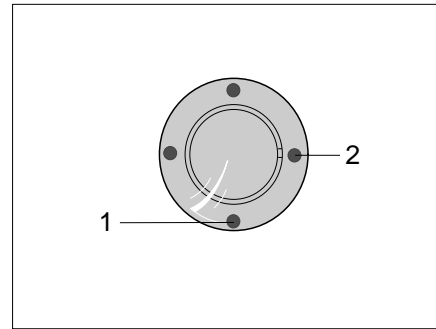
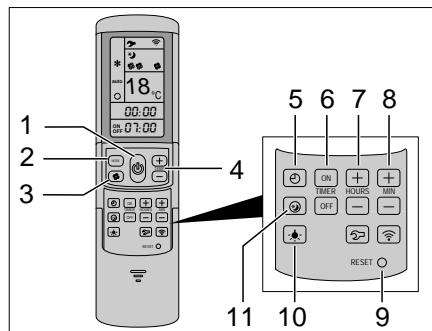

Bild 305 IR-Empfänger/Funktionsanzeige
Bild 306 Fernbedienung
Die Klimaanlage ist auf dem Dach des Fahrzeugs angebracht. Die Fernbedienung (Bild 306) für die Klimaanlage befindet sich im Küchenbereich.
- Fahrzeug an die 230-V-Versorgung anschließen. Die Klimaanlage ist betriebsbereit. Die blaue LED (Bild 305,1) leuchtet.
- Zum Einschalten die Taste (Bild 306,1) auf der Fernbedienung drücken. Die blaue LED (Bild 305,1) blinkt.
- Die gewünschte Betriebsart mit der Taste MODE (Bild 306,2) einstellen.
- Bei Bedarf mit der Taste (Bild 306,3) die gewünschte Gebläsestufe und mit den Tasten (Bild 306,4) die Raumtemperatur einstellen.
Ist die auf der Fernbedienung eingestellte Temperatur erreicht, erlischt die blaue LED (Bild 305,1), der Kompressor schaltet ab und das Umluftgebläse läuft weiter.
- Zum Ausschalten die Taste (Bild 306,1) auf der Fernbedienung erneut drücken.
- Zum Programmieren die Klimaanlage mit der Taste (Bild 306,1) auf der Fernbedienung einschalten.
- Mit der Taste (Bild 306,2) die gewünschte Betriebsart und mit den Tasten (Bild 306,4) die Raumtemperatur einstellen.
- Mit den Tasten (Bild 306,6) die gewünschte Funktion auswählen:
- Mit den Tasten (Bild 306,7 und 8) die gewünschte Schaltzeit wählen (15 Minuten bis 24 Stunden).
- Einstellung mit den Tasten "ON" oder "OFF" (Bild 306,6) bestätigen.